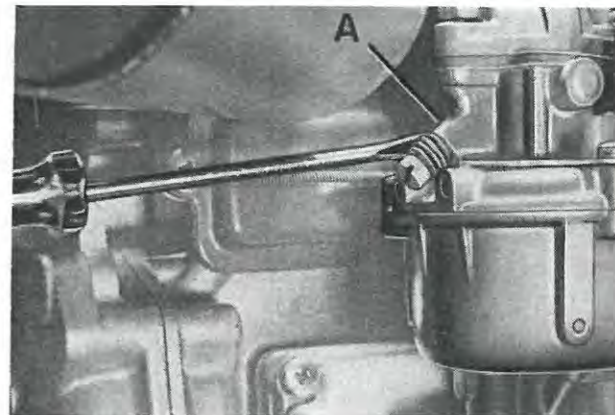
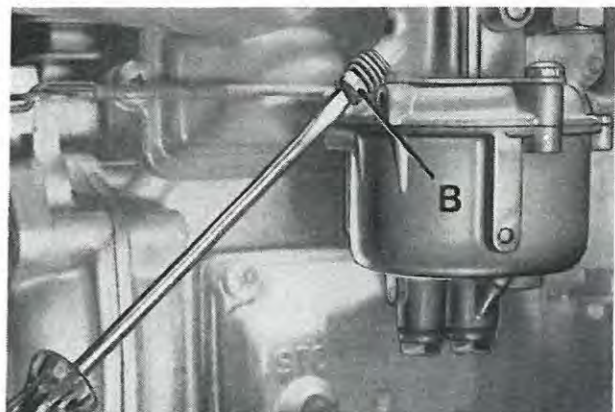

Fig. 103
Fig. 104
en agissant sur la vis de réglage A (Fig. 103) et en réglant en même temps le mélange avec la vis B sur la courbe (Fig. 104). En vissant la vis B le mélange s'appauvrit, en la dévissant il s'enrichit.
Above setting is carried out through adjustment of throttle valve set screw A (Fig. 103) and idle mixture screw B (Fig. 104). By turning screw B in a lean mixture is obtained and a rich mixture is fed to the engine when screw is turned out. After accelerating the engine a few times, idle speed must remain constant, otherwise repeat adjustment of screw A (Fig. 103) and B (Fig. 104). If engine sluggishly picks-up speed, lightly enrichen the mixture by turning screw B (Fig. 104) out a little.
indem man auf die Einstellschraube (A) einwirkt. Gleichzeitig muß man das Gemisch mittels der Leerlaufgemischregulierschraube (B) am Ansaugkrümmer einstellen (Abb.103,104). Beim Anziehen der Regulierschraube (B) wird das Gemisch magerer, beim Aufdrehen wird es fetter.